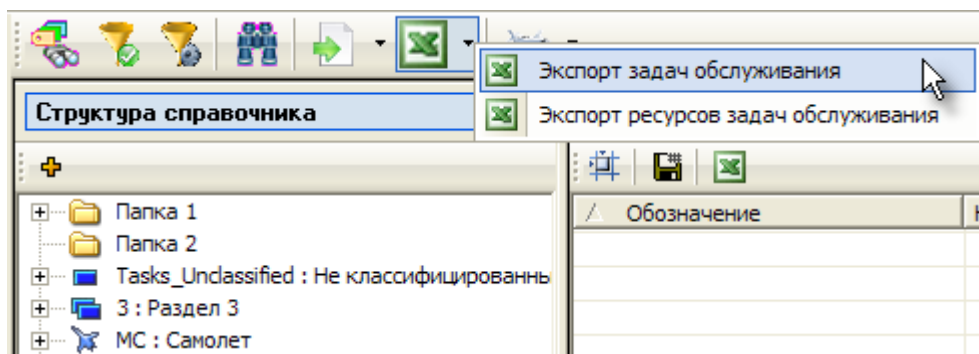

Рис. 3-40
2. В раскрывающемся меню кнопки **Экспорт задач обслуживания**  выберите пункт **Экспорт задач обслуживания** (рис. 3-40).